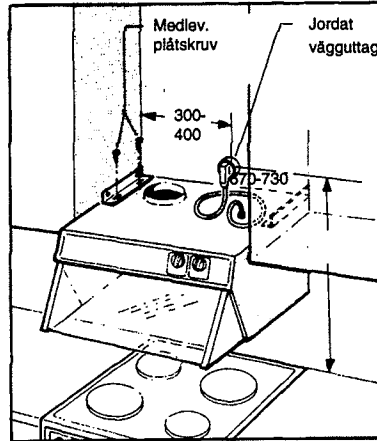

Fig. 4
4. Lyft upp spiskåpan mot upphängningskonsolerna och skruva fast den med medlevererade plåtskruvar, se fig. 4 och 5.